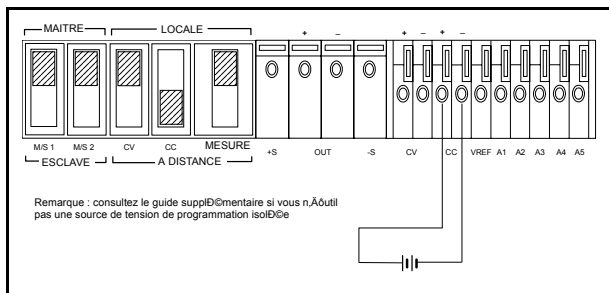

Figure 7. Programmation de tension à distance, courant constant
**Programmation à distance, courant constant.** La figure 7 indique les positions du commutateur de la face arrière et les connexions des bornes pour la commande de tension à distance du courant de sortie. Une variation de 1 Vcc de la tension de programmation à distance produit une variation du courant de sortie (gain en courant) telle que : E3614A : 0,6 Acc, E3615A : 0,3 Acc, E3616A : 0,17 Acc, E3617A : 0,1 Acc